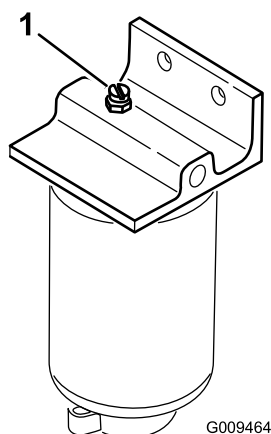

Figure 44
3. Ouvrez le bouchon d'aération sur le séparateur d'eau/de carburant (Figure 44).